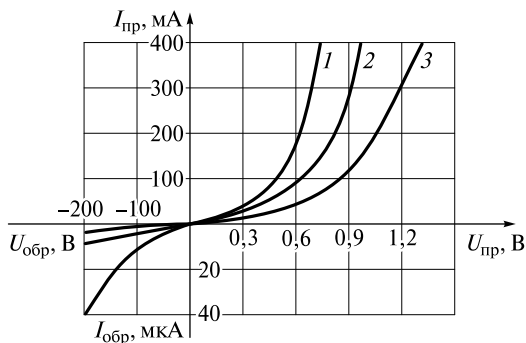

Рис. 1.3. Вольт-амперные характеристики выпрямительных диодов при различных температурах
1.2. По вольт-амперной характеристике полупроводникового диода (кривая 1 на рис. 1.3) определите его сопротивление постото-